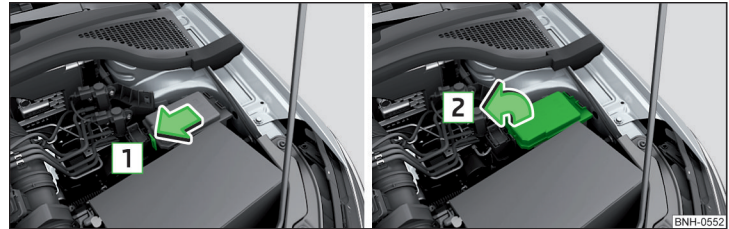
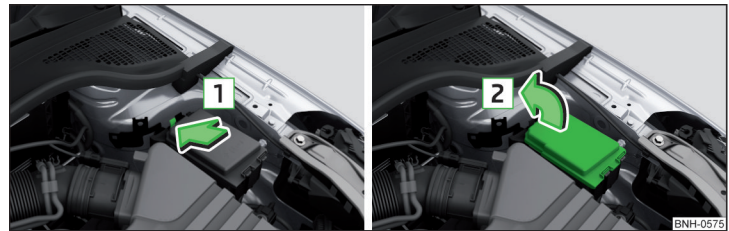

Abb. 266 Abdeckung des Sicherungskastens - Variante 1
Abb. 267 Abdeckung des Sicherungskastens - Variante 2
- Die Verriegelungstaste der Abdeckung in Pfeilrichtung **1** » **Abb. 266** bzw. » **Abb. 267** drücken und die Abdeckung in Pfeilrichtung **2** abnehmen.